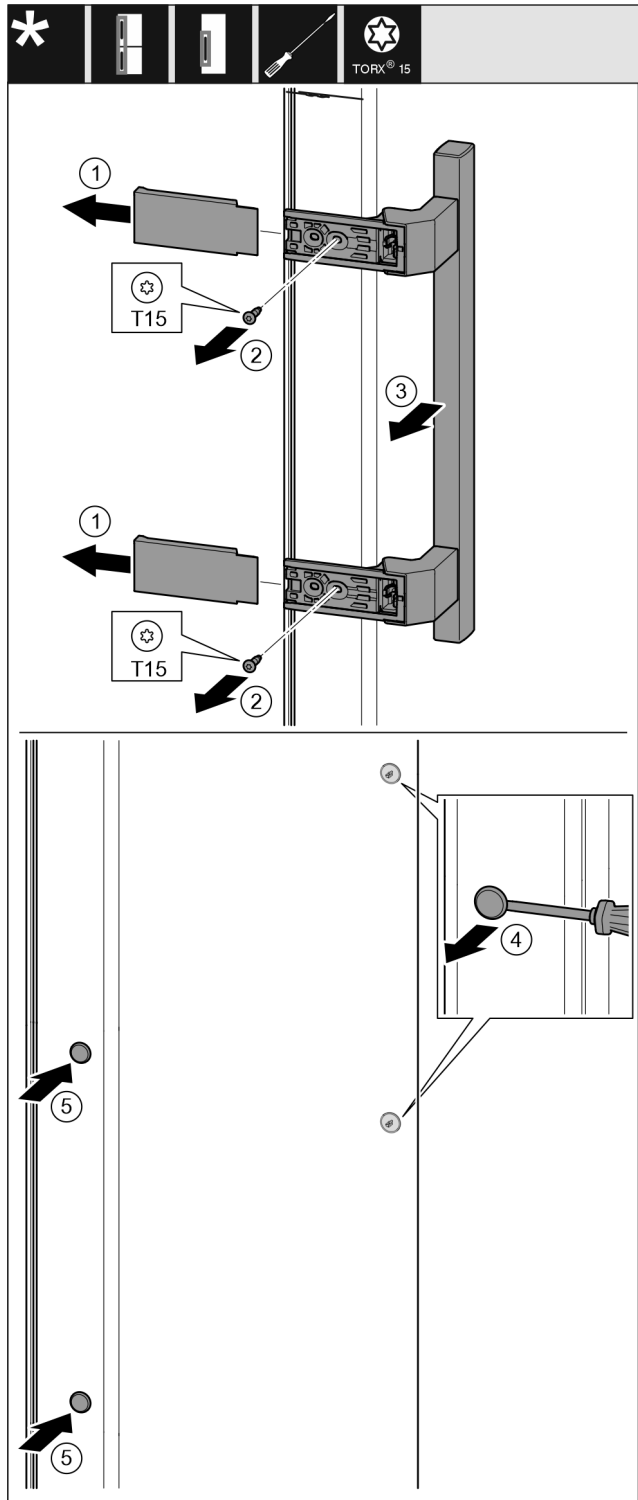

Fig. 18
- Tõmmake kate maha. Fig. 18 (1)
- Keerake kruvid kruvikeerajaga Torx 15 välja. Fig. 18 (2)
- Võtke käepide maha. Fig. 18 (3)
- Tõstke külgmised korgid ettevaatlikult lapikkruvikeerajaga üles ja tõmmake välja. Fig. 18 (4)
- Pange korgid teisel küljel taas sisse. Fig. 18 (5)